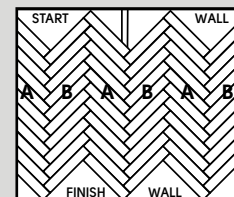

Fig. 8
9. Continúe instalando tablones «B». Repita al otro lado de la fila original de tablones «B» con tablones «A». Complete la instalación utilizando el mismo método manteniendo los separadores de dilatación en su sitio y un patrón cuadrado (Fig. 8).